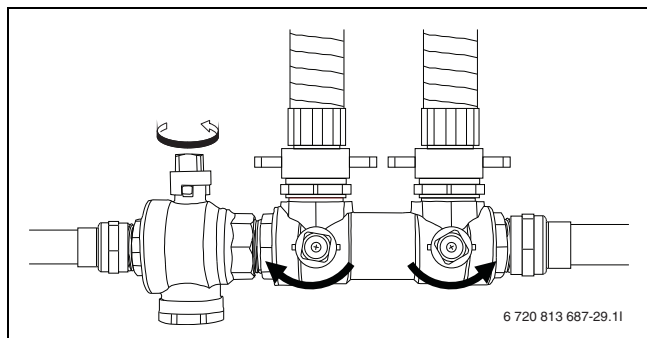

Bild 14 Påfyllnadssatsen i påfyllningsläge
- ▶ Vrid ventilerna på påfyllnadssatsen så att de står i påfyllningsläge (→ Bild 14).